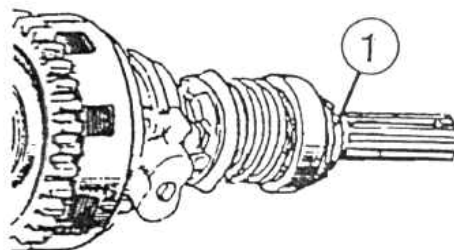

Рисунок 5.13
- а) гайку 1 (рисунок 5.13) затяните динамометрическим ключом моментом 80...100 Н м (8...10 кгс м) и раскерните в пазы вала;